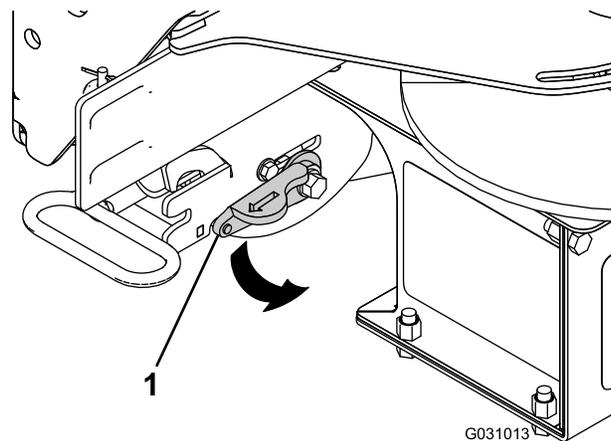

Figure 21
2. Faites tourner le levier de verrouillage sur la fixation RT3 jusqu'à la position de VERROUILLAGE (Figure 21).